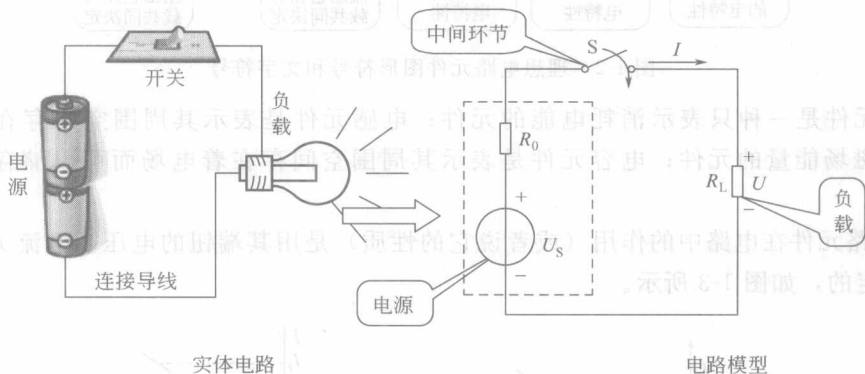

图 1-1 手电筒电路的组成
① 电路是电流的流通路径，它是由一些电气设备和元器件按一定方式连接而成的。图 1-1 所示为最简单的电路——手电筒电路。
与实体电路相对应、由理想元件构成的电路图，称为实体电路的电路模型，如图 1-1 所示。